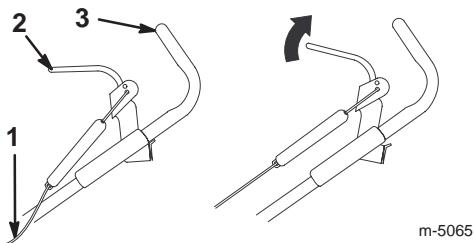

Bild 8
2. Drücken Sie die linke Seite der Schaltstange in Richtung des Griffes, um das Spiel aus dem Zug zu beseitigen (Bild 8).